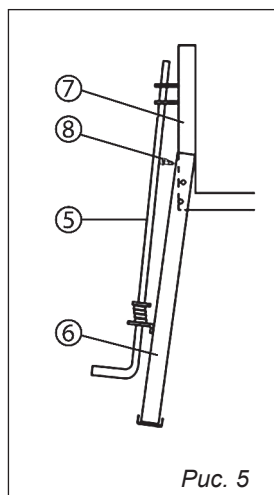

Рис. 5
- Соединить опору 6 с рамой 7. Для этого предварительно продев в кронштейны на опоре 6 и раме 7, соединить опору 6 с рамой 7 под углом 30°, чтобы образовался треугольник, и можно было установить болт 8 (рис. 5).
- Установить болт 8 с торца опоры 6 (со стороны педали фиксации 5), после этого установив педаль фиксации наклона 5 в петлю на опоре 6 завести опору 6 на раму 7 соединить используя болт 8, гайку M8 и шайбу гровер (рис. 5).